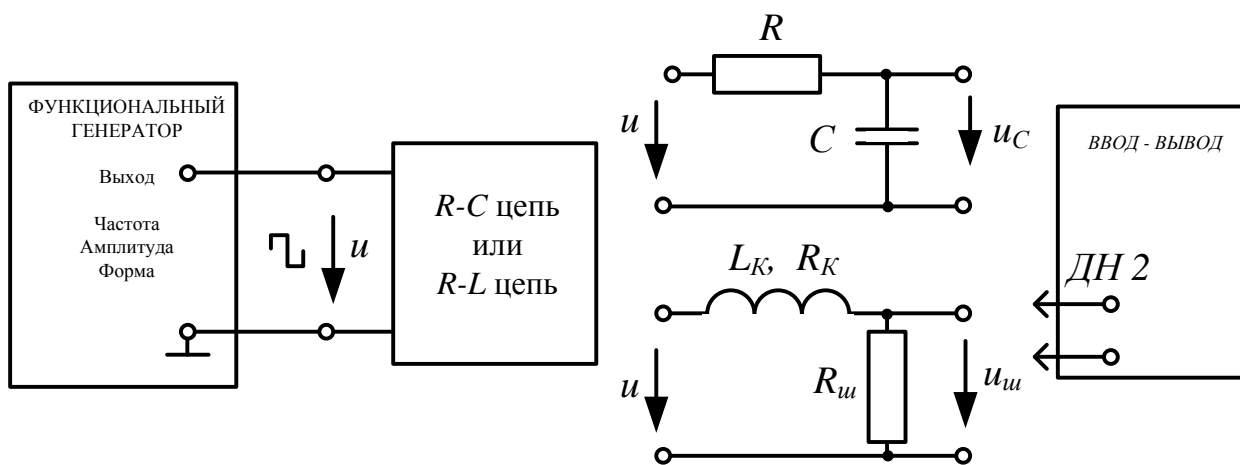

Рис. 1П
•Собрать электрическую цепь по схеме, показанной на рис. 1П протокола измерений. Подключить к выходу модуля **ФУНКЦИОНАЛЬНЫЙ ГЕНЕРАТОР** цепь  $R-C$ .
Схема для наблюдения переходного процесса показана на рис. 1П.